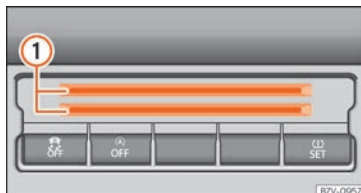

Fig. 184 Parte inferior de la consola central: compartimento para tarjetas.
En la parte inferior de la consola central hay un compartimento » **fig. 184** ① para depositar monedas, tarjetas, resguardos de aparcamiento o similares.